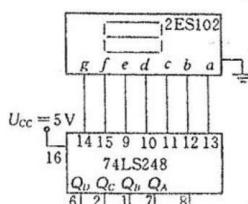

图 5.8 译码显示成分
- (1) 把 74LS90 接成二进制计数器, 用指示灯的亮、暗情况, 观察并记录时钟脉冲和输出脉冲。(时钟脉冲频率用 1kHz)
- (2) 把 74LS90 接成五进制计数器, 用指示灯的亮、暗情况, 记录时钟脉冲及 QB 、 QC 、 QD 的输出脉冲。(时钟脉冲频率用 1kHz)
- (3) 把 74LS90 接成 8421 码十进制计数器, 用指示灯的亮、暗情况, 记录时钟及 QA QB QC QD 各点亮、暗情况。
- (4) 按图 5.8 所示,将译码器 74LS248 和显示器 2ES102 连接起来,分别输入表 5.4 所示的数据,把 74LS248 的(a、 b、 c、 d、 e、 f、 g)输出状况和显示结果填入表 5.4 中,验证其逻辑功能。